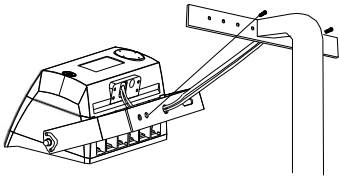

Figura 19
1. Taladra 2 orificios a una separación de 3-15/16" (10cm) alrededor de los cable de corriente de entrada. **Ver la Figura 19.**